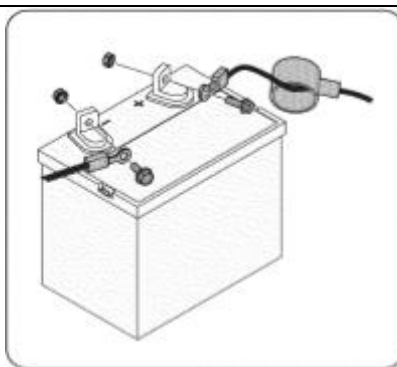

Рис. 1
1. Снимите с положительного вывода аккумуляторной батареи пластиковый колпачок (если имеется), и подсоедините красный провод, закрепив его болтом и шестигранной гайкой (см. Рис.1).
2. Снимите с отрицательного вывода аккумуляторной батареи пластиковый колпачок (если имеется), и подсоедините черный провод, закрепив его болтом и шестигранной гайкой (см. Рис.1).